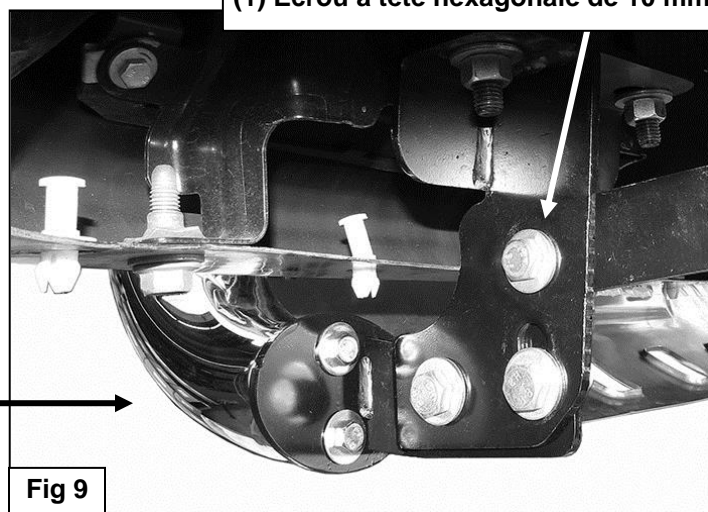

Fig 9
4. Sélectionner ensuite (1) support de fixation de tube (**Figure 8**). Boulonner le support sur l'extrémité du pare-buffle en utilisant (2) boulons à tête hexagonale de 8 mm x 35 mm, (2) rondelles de blocage de 8 mm et (2) rondelles plates de 8 mm (**Figure 9**). Ne pas serrer complètement pour l'instant. Répéter cette **étape** pour installer le support de tube côté passager.
(1) Écrou à tête hexagonale de 10 mm
5. Avec l'aide d'une autre personne, positionner le pare-buffle avec les supports de tube sur le côté intérieur des supports de fixation. Utiliser les (4) boulons à tête hexagonale M12 x 1,75 mm de 35 mm, les (8) rondelles plates de 12 mm, les (4) rondelles de blocage de 12 mm et les (4) écrous hexagonaux de 12 mm fournis pour fixer les supports de tube sur les supports de fixation (**Figures 9 et 10**). **REMARQUE** : Sur les véhicules avec crochets de remorquage, faire passer le boulon arrière à tête hexagonale de 12 mm dans le trou arrière du support de fixation, dans le milieu du support du tube et dans l'extrémité plate de la barre de support (**Figure 7**). Ne pas serrer le matériel maintenant.